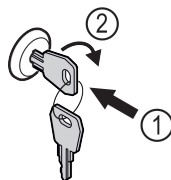

Fig. 169
- ▶ Shtyni çelësin brenda. Fig. 169 (1)
- ▶ Rrotulloni çelësin me 90° në drejtimin orar. Fig. 169 (2)